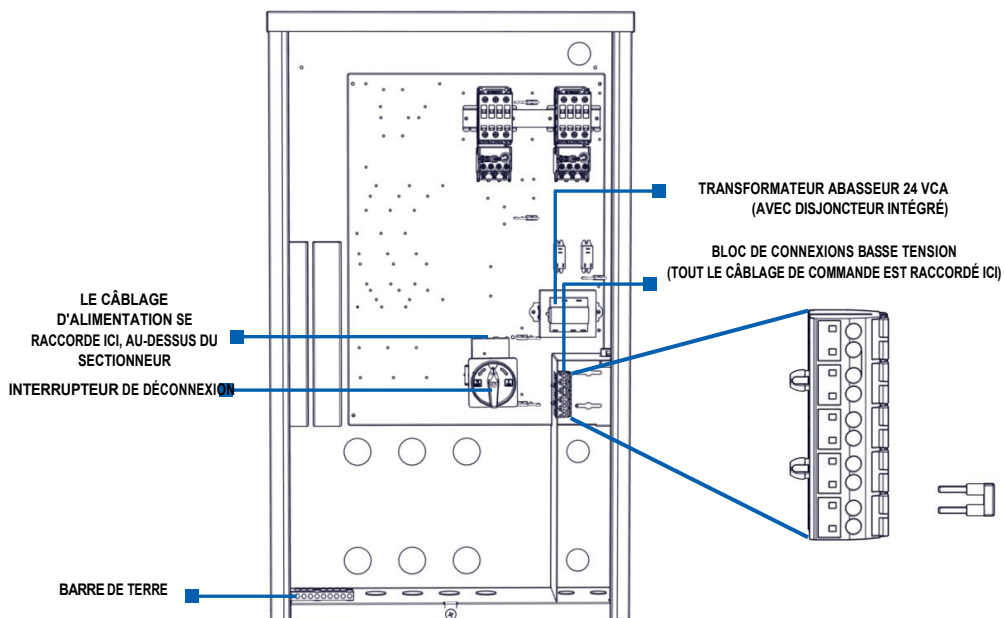

FIGURE 2.4.0 BOÎTIER ÉLECTRIQUE AVEC DÉMARREURS DE MOTEUR
**REMARQUE :** Chaque ERV est équipé d'un boîtier de raccordement électrique, appelé « E-Box ». Elle est fixée à l'extérieur de l'ERV et c'est là que s'effectuent tous les branchements électriques. Il y a un côté haute tension et un côté basse tension. Voir la figure 2.4.0.